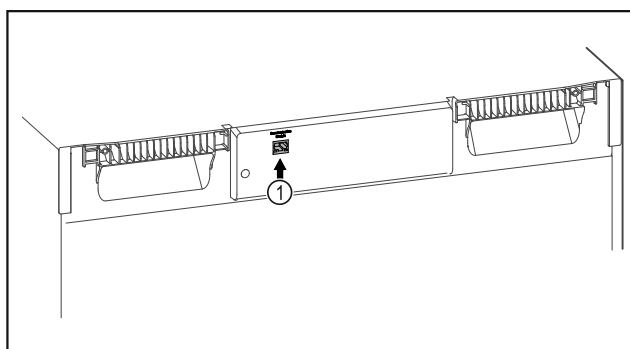

Fig. 80
- SmartModule Fig. 80 (1) ist eingesetzt.